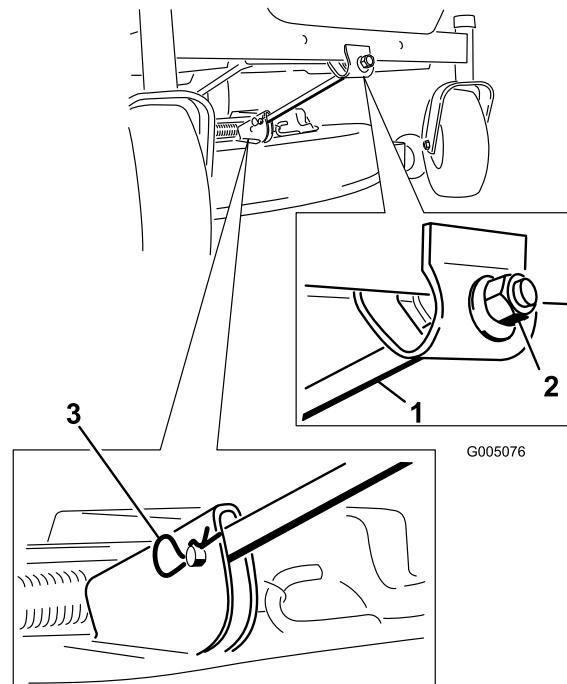

Figura 52
4. Togliete la coppia a forcina e il perno con testa dall'asta di sostegno anteriore (Figura 52). Abbassate con cautela la parte anteriore del piatto di taglio fino al suolo.
6. Montate l'asta di sostegno anteriore sul piatto di taglio con il perno con testa e la coppiglia a forcina (Figura 52).